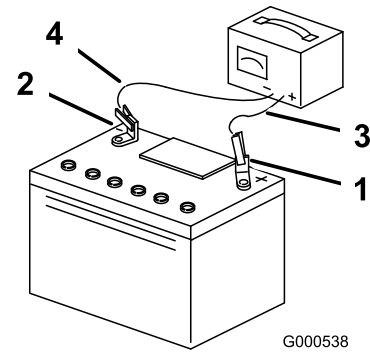

Bild 44
5. Wenn die Batterie voll geladen ist, ziehen Sie den Stecker des Ladegeräts aus der Steckdose. Klemmen Sie dann die Klemmen des Ladegeräts von den Batteriepolen ab (Bild 44).